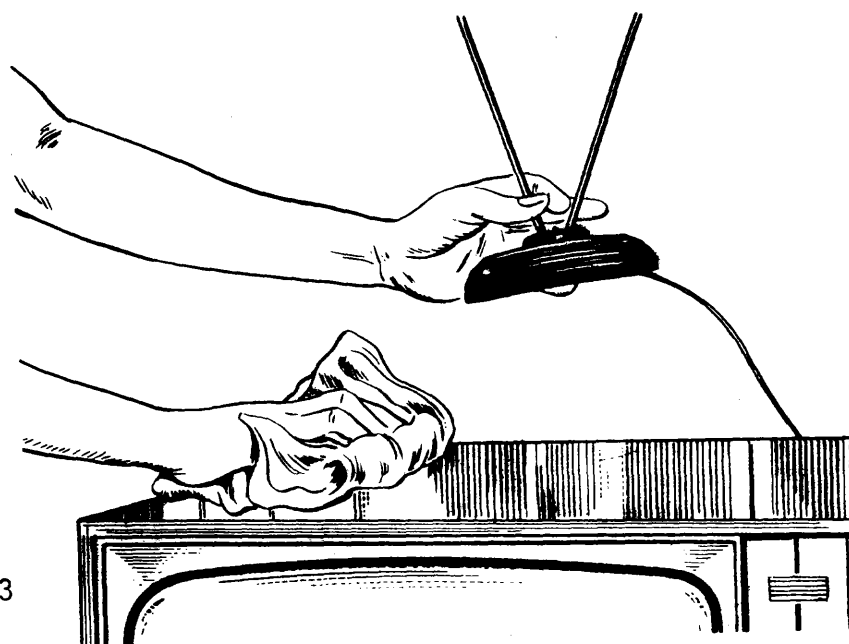

Fig. 3
- 2) Si la antena estuviese sobrepuesta, retírela de arriba del televisor (fig. 3).